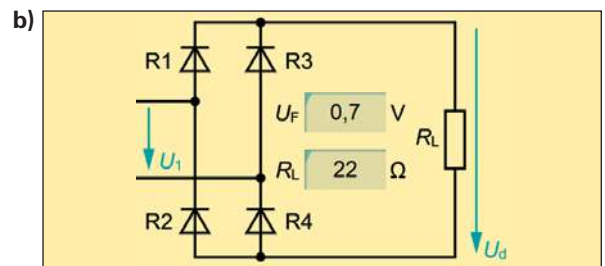

Bild 2: Stromweg bei positiver Halbwelle
- b) Zeichnen Sie den Stromweg als gestrichelte rote Linie in das **Bild 2** ein.